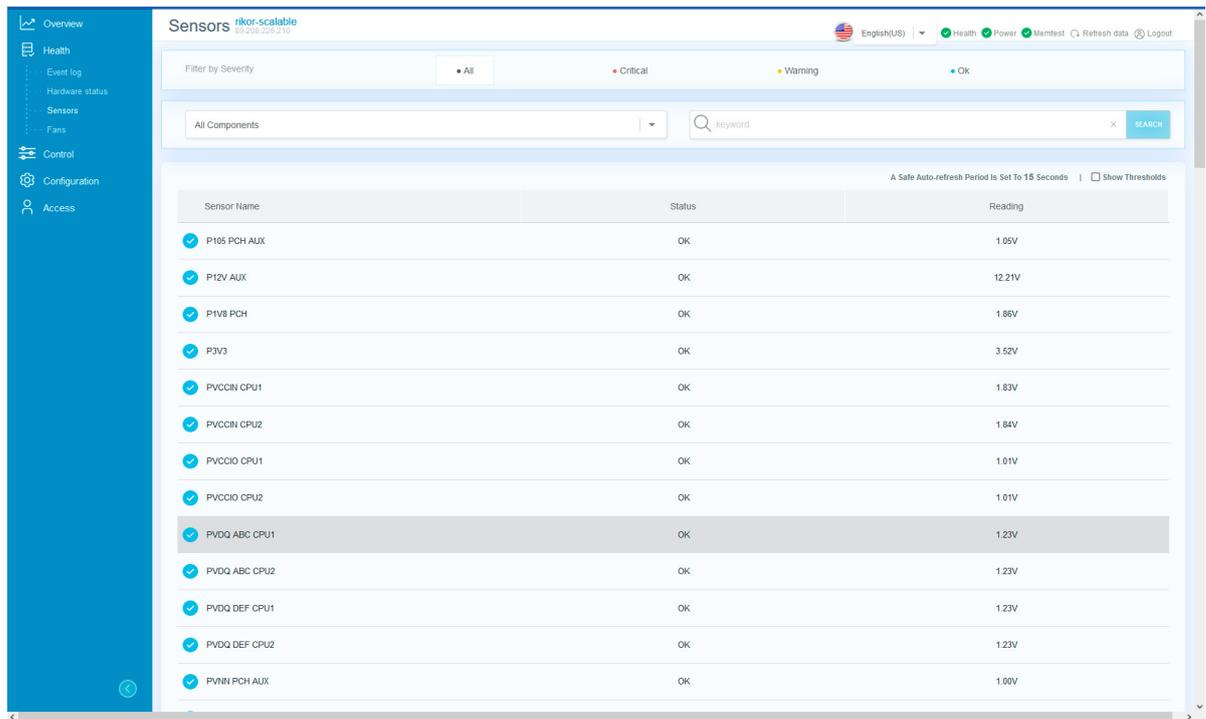

Рис. 73. Окно «Sensors»
- 4) Пройдите во вкладку «Health» → «Sensors» в данной вкладке отображается информация по датчикам установленным в сервере. В поле «Filter by Severity» произведите фильтрацию по степени серьезности события. В раскрывающемся списке выберете компонент сервера где хотите просмотреть состояния датчиков. В поле поиска произведите фильтрацию по ключевым словам датчиков. Окно показано на рис. 73 Окно «Sensors»